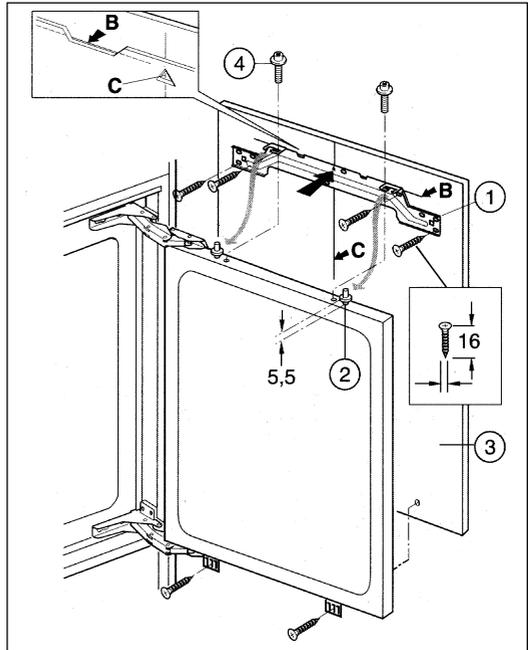

Рис. 6
- ❑ Совместите юстировочную планку (**рис. 6/1**) с карандашными метками (**рис. 6/В и 6/С**) на передней панели и привинтите ее (если поверхность твердая, просверлите отверстия для крепления глубиной 12 мм сверлом диаметром 2 мм).
- ❑ Отверните регулировочные винты (**рис. 6/2**) примерно на 5,5 мм.
- ❑ Навесьте переднюю панель (**рис. 6/3**) с прикрепленной юстировочной планкой на дверь прибора. Приверните винты (**рис. 6/4**) вручную.